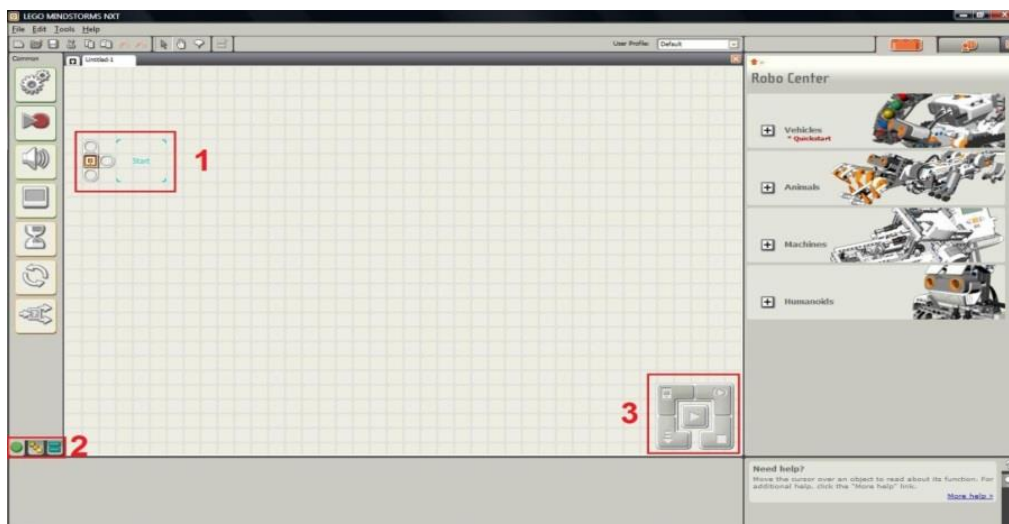
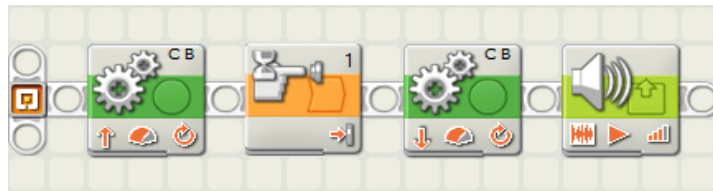

Figura 29 - Tela de início da programação – Fonte: Software LEGO Mindstorms NXT
Figura 31 - Exemplo de programação
O item assinalado em vermelho com o número 1, localizado no centro da tela, possui um espaço onde pode-se escrever o nome do programa que será criado. Após nomear o seu programa, clique na opção “Go >>” (item 2) e será aberto a tela de programação (Figura 29 - Tela de início da programação).
Após criar um programa com o nome desejado aparecerá a imagem abaixo (Figura 29 - Tela de início da programação):
Logo abaixo, no item 2, há a Paleta de Comandos. A partir dela podemos escolher os comandos que utilizaremos para a programação. Na primeira aba, possuímos apenas os comandos mais simples. Já na segunda aba, possuímos tanto os simples como os avançados e na terceira aba, possuímos os comandos customizados que podem ser desenvolvidos. No exemplo acima (Figura 29 - Tela de início da programação) está selecionado a aba contendo os comandos simples.
Os comandos são executados um após o outro na programação, tendo seu começo no segmento de blocos do primeiro item da tela inicial (Figura 29 - Tela de início da programação). Veja um exemplo a seguir (Figura 31 - Exemplo de programação).